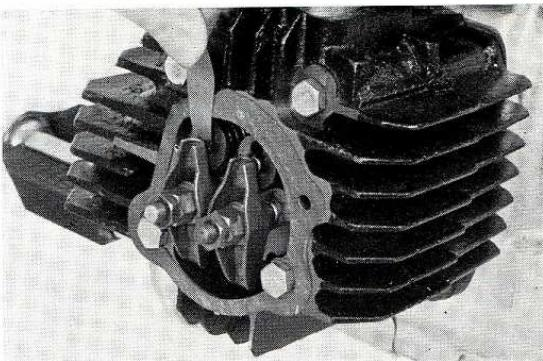

Fig. 39. — REGIAGE DES POUSSOIRS REGLAGE ET LA TIGE DE SOUPAPE.
3. Dans cette position le piston se trouve soit au temps de compression soit au temps d'échappement. Le réglage doit se faire lorsque le piston se trouve à la fin du temps de compression, les soupapes d'admission et de sortie étant fermées. Cette position peut être déterminée en vérifiant les poussoirs à travers le trou de réglage des poussoirs. (Fig. 39). Si les poussoirs sont libres, cela indique que les soupapes sont fermées et que le piston se trouve au temps de compression. Si les poussoirs ne sont pas libres et les soupapes se trouvent en position d'ouverture, tournez la roue volant à 360° et realignez le repère « T » sur l'index de réglage. Vérifiez le jeu de la soupape d'admission et de la soupape de sortie en passant la jauge de 0.05 mm (0.002") entre la vis de réglage et la tige de soupape.